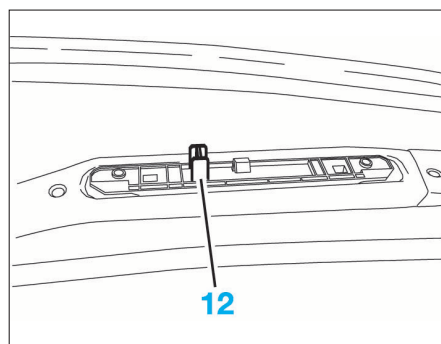

FIG. 16
- avant la repose des fixations, centrer le module sur la caisse par ses pions (12) (Fig.16) et exercer une pression pour le maintenir en position agrafée.